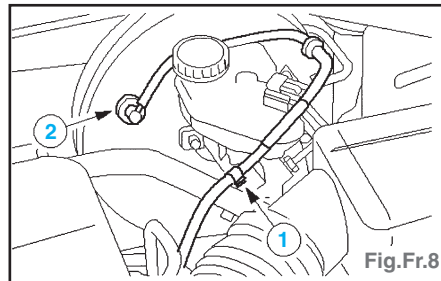

Fig.Fr.8
- Débrancher le flexible à dépression de frein du servofrein (Fig.Fr.8) :